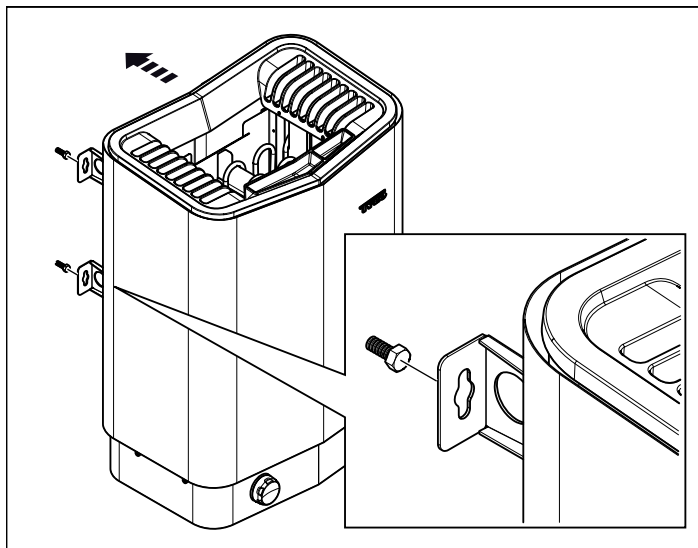

Fig 10: Häng upp aggregatet
8. Häng upp aggregatet på skruvarna se Fig 10, sidan 3.